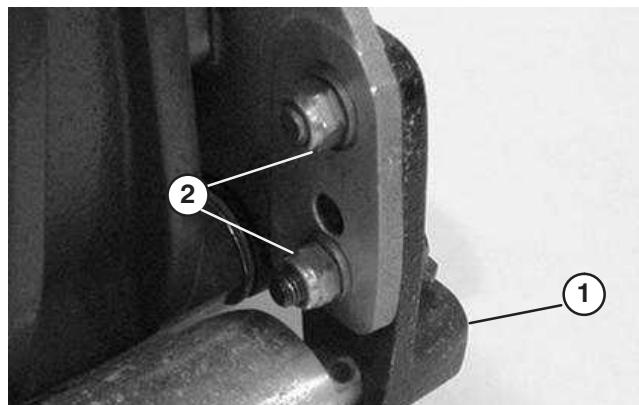

Bild 14
- Lösen Sie die Sicherungsmuttern, mit denen die rechte, hintere Walzenhalterung an der Seitenplatte des Schneidwerks befestigt ist (Bild 14).